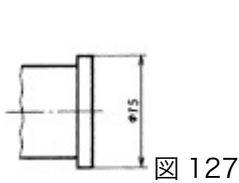

図 127
a) 対象とする部分の断面が円形であるとき、その形を図に表さなくて、円形であることを示す場合には、直径記号Φを寸法数値の前に、寸法数値と同じ大ききで記入して示す [図 127 及び 図 129 a] 参照]。